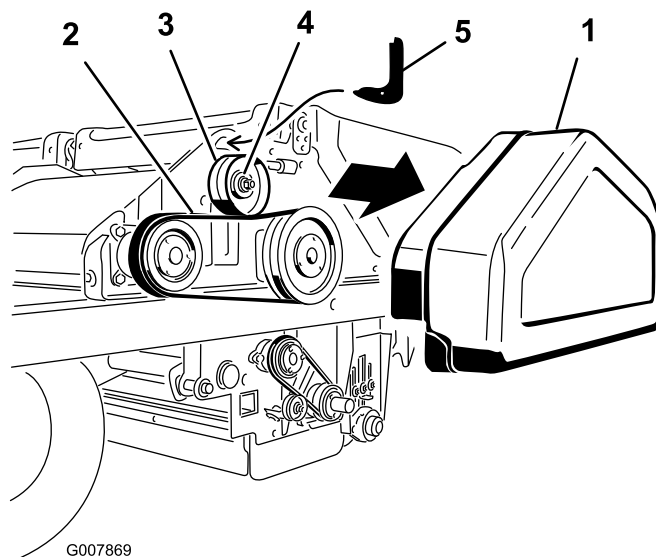

Figura 59
1. Retire la cubierta de la correa (Figura 59).
2. Afloje la tuerca de la polea tensora (Figura 59).
3. Introduzca el gancho de la herramienta de tensado en el orificio que está encima de la polea tensora (Figura 59). Apoye la parte inferior curva de la herramienta sobre la polea tensora.
4. Introduzca el vástago de una llave dinamométrica de 1/2 pulgada en el orificio de la herramienta de tensado (Figura 59).
5. Gire la herramienta hacia usted hasta obtener un par de 5,7 Nm, y, manteniendo ese par, apriete la tuerca de la polea tensora (Figura 59).